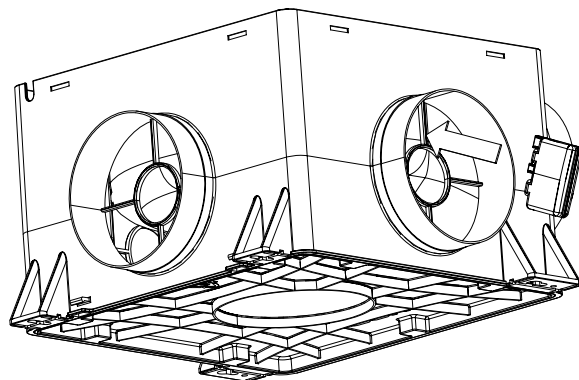

Figure 14 : encliqueter le Capteur intégré CO2 dans la bouche de connexion
4. Faites passer le câble du Capteur intégré CO2 par l'ouverture à l'intérieur du caisson à hauteur de la bouche de connexion correspondante. Passez ensuite le câble du Capteur intégré CO2 à travers l'ouverture correspondante (marquée 'sensor cable') de la plaque support moteur selon le schéma ci-dessous en Figure 14 : quatre possibilités de câblage pour un maximum de 1 Capteur intégré CO2 au circuit imprimé.